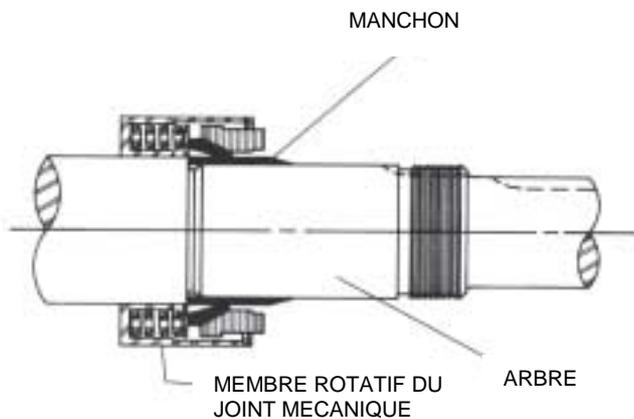

FIGURE 13
6. Placez le manchon (fourni avec les garnitures mécaniques de rechange de tailles H, HL, K, KK, L, LQ et LL) sur l'arbre. Voir Figure 13. Recouvrez l'intérieur du membre rotatif du joint, du manchon et l'arbre d'une généreuse couche d'huile SAE 30 non détergente. Placez le membre rotatif sur l'arbre par dessus le manchon et contre le moyeu du rotor. Voir Figure 14.